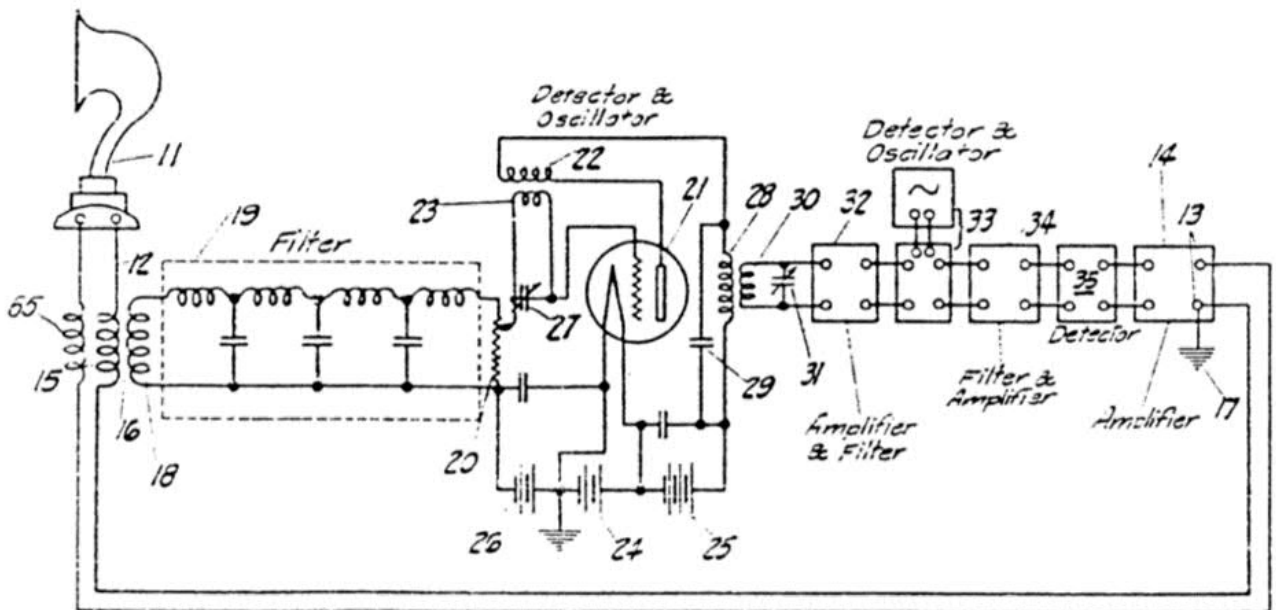

Bild 1: Schaltunsvorschlagn eines Einbereich-Supers aus der Patentschrift von H. F. Elliott (1925). Doppelsuper mit den Zwischenfrequenzen 1600/400 kHz
1.867.214) vom 22.12.1925, erteilt an H. F. Elliott. Weil die erforderlichen hohen Zwischenfrequenzen mit der damaligen Technik nicht verstärkt werden konnten, wird ein Doppelsuperhet vorgeschlagen, der in einer zweiten Mischstufe eine Zwischenfrequenz von 400 kHz vorsieht (Bild 1). Über eine industrielle Anwendung ist nichts bekannt.